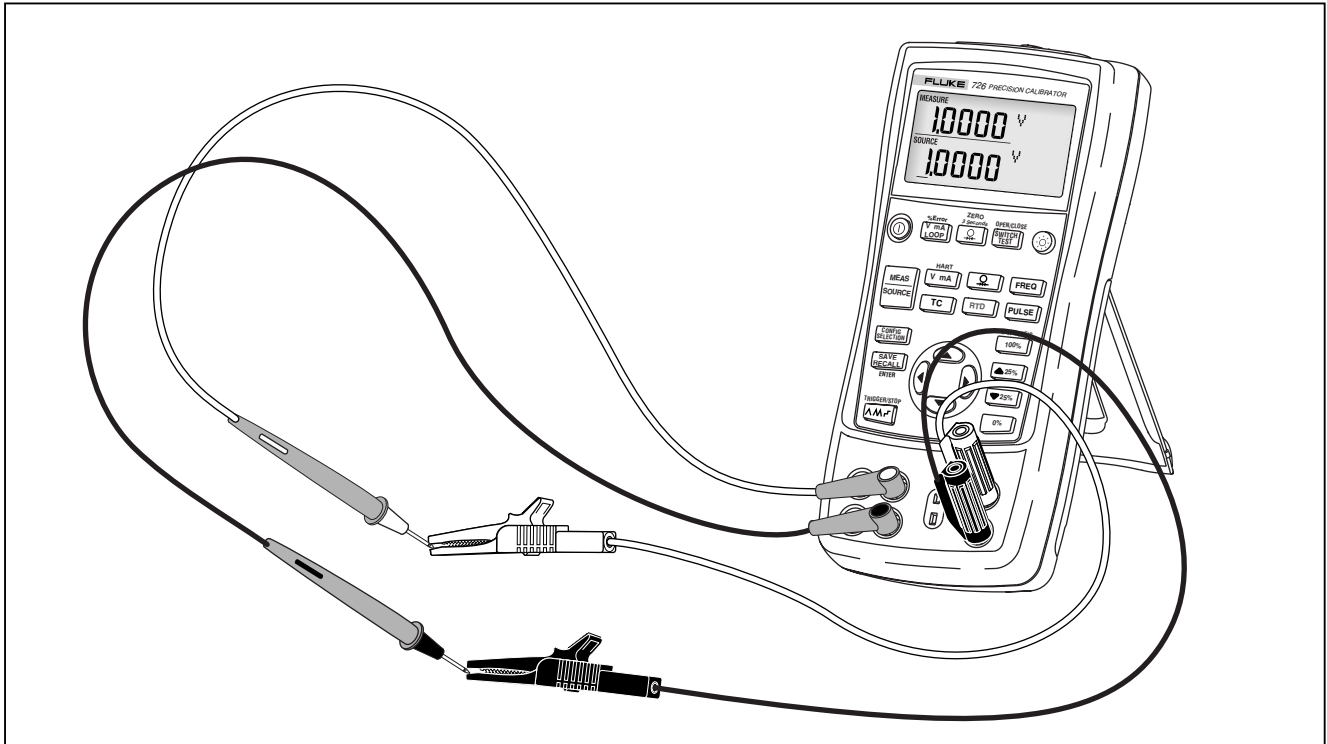

Figura 6. Prova di tensione in ingresso e in uscita
1. Collegare il terminale di uscita della tensione del calibratore a quello di ingresso della tensione, come indicato nella Figura 6.